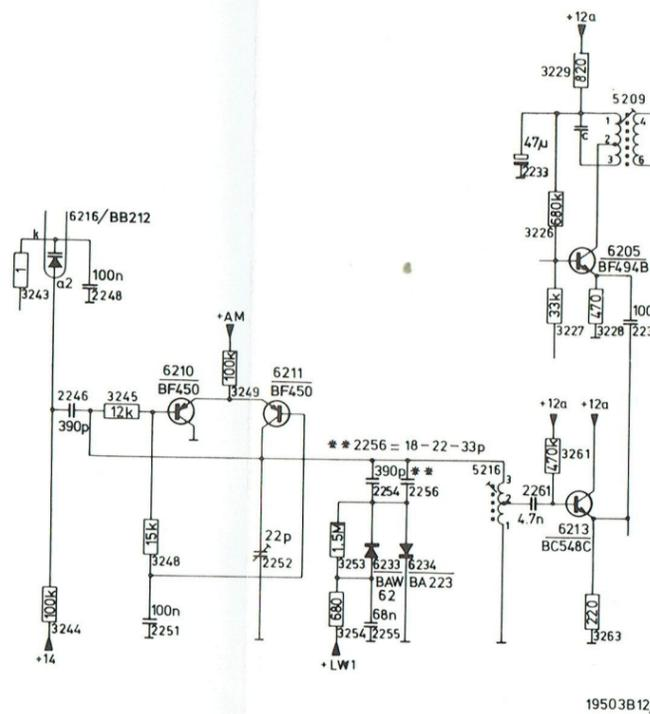

Fig. 17
- En position GO (fig. 17) C2254, 2256 sont branchés en parallèle avec le circuit de l'oscillateur.